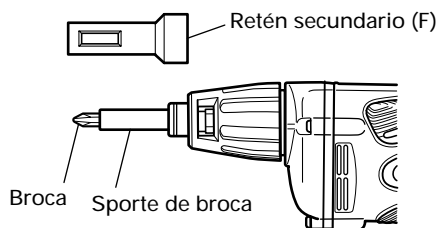

Fig. 9
3. Desmontaje de la broca (Fig.9)